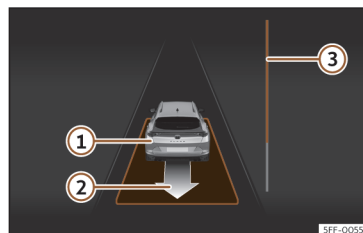

Fig. 196 En la pantalla del cuadro de instrumentos: desaparcar de un hueco en línea.
- Retroceda hasta que suene la señal continua del ParkPilot; **O BIEN:** dé marcha atrás hasta que en la pantalla del cuadro de instrumentos aparezca la indicación de dar marcha adelante. La barra de progreso **>>> fig. 196 ** indica la distancia que hay que recorrer **>>> pág. 299.**